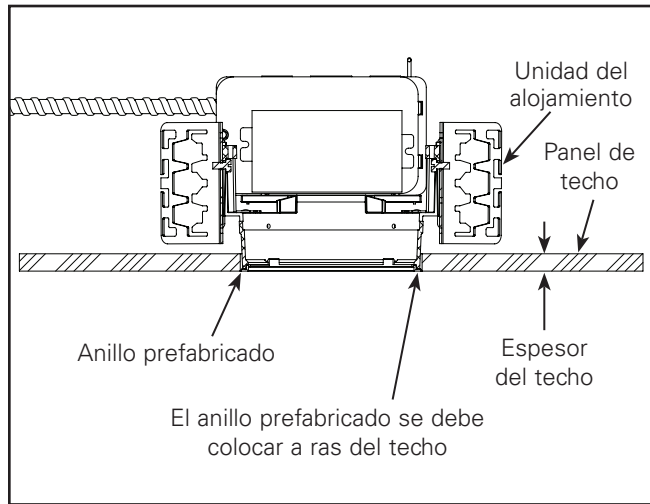

Figura 5
***IMPORTANTE:** Asegúrese de que el anillo prefabricado esté al ras del techo después de la instalación del alojamiento*. Consulte la Figura 5 como referencia.